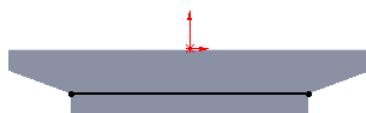
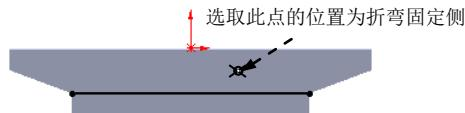

图 11.2.19 绘制的折弯线
图 11.2.20 折弯固定侧的位置
② 定义折弯线草图。在草图环境中绘制图 11.2.19 所示的折弯线。
③ 选择下拉菜单 **插入(I)** → **退出草图** 命令，退出草图环境，此时系统弹出“绘制的折弯”对话框。
④ 定义折弯固定侧。在图 11.2.20 所示的位置处单击，确定折弯固定侧。
⑤ 定义钣金参数属性。在 **折弯参数(P)** 区域的 **文本框** 中输入折弯角度值 45.0，在 **折弯位置:** 区域中单击“材料在外”按钮 。
⑥ 单击 按钮，完成绘制的折弯 3 的创建。